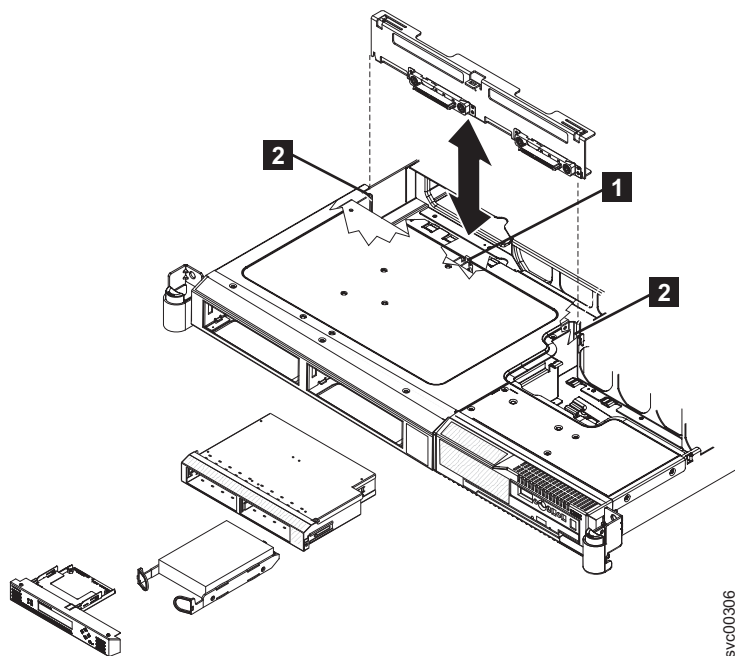

図 129. SAN ポリウム・コントローラー 2145-8G4 SATA ディスク・ドライブとバックプレーン
- バックプレーンをマウント・チャンネル **2** の中にスライドさせて戻します (図 129 を参照)。付近のワイヤーやケーブルに引っ掛かったり、挟まったりしないように注意します。